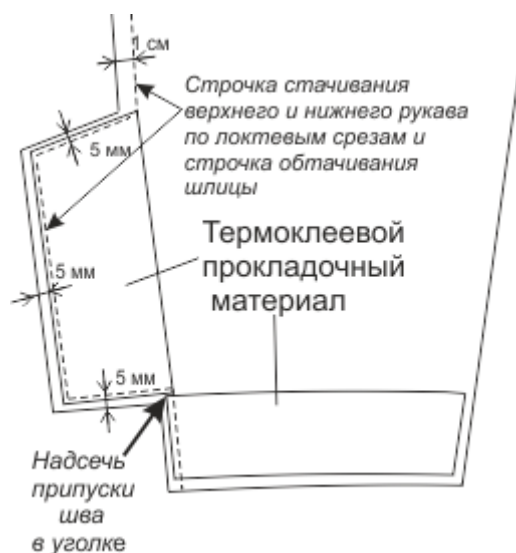

Рис. 2
1. На верхней и нижней части рукавов наметить линию низа. Припуск на обработку шлицы на верхней и нижней части рукава высечь согласно схеме (рис. 2).